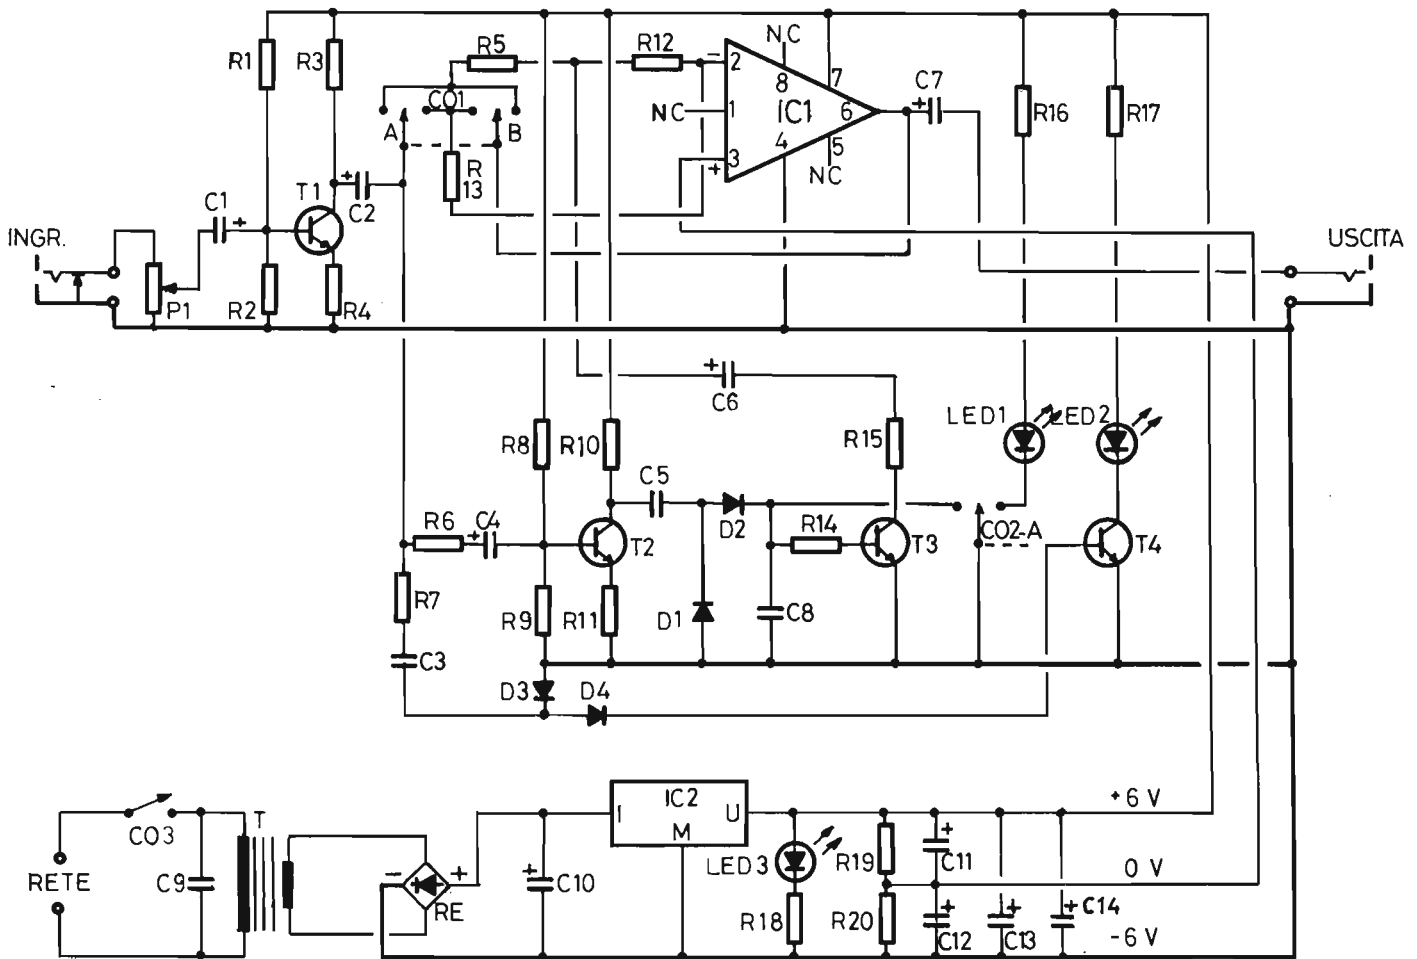
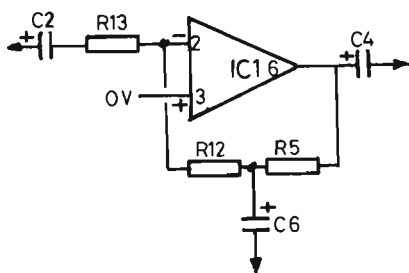

Figura 1 - Schema elettrico di una sola sezione del dispositivo.
Figura 3 - Schema semplificato dell'integrato, funzionante come espansore.
Affinché sia possibile comprendere nel migliore dei modi ciò che stiamo per dire, occorre riferirsi allo schema elettrico globale dell'apparecchiatura, illustrato in figura 1: in alto a sinistra si osserva lo stadio di ingresso T1, con i relativi componenti associati, che ne costituisce la parte iniziale, funzionante come semplice preamplificatore di ingresso, unitamente ai componenti che introducono il segnale, lo prelevano, ed applicano le tensioni necessarie di polarizzazione. P1, C1, R1-2-3-4 e C2.
Prima di procedere, a questo punto, è necessaria una precisazione: così come è rappresentato nello schema elettrico di figura 1, il dispositivo è di tipo monofonico, ed è quindi adatto all'impiego in un sistema di amplificazione a canale unico. Tuttavia, nella maggior parte dei casi, le applicazioni ad alta fedeltà sono di tipo stereofonico, e presentano quindi il funzionamento simultaneo di due canali, di cui uno per l'altoparlante destro, ed uno per l'altoparlante sinistro. Le due unità che sono necessarie in questo caso sono tra loro assolutamente identiche, per cui il ragionamento che faremo per chiarire il funzionamento del dispositivo nei confronti di un unico canale (indifferentemente il destro o il sinistro) vale anche per l'altro canale, nel senso che — per un'amplificazione stereofonica — occorrono due sistemi di compressione-espansione della dinamica.
Nello schema di figura 1, tale circostanza si verifica soltanto quando il doppio deviatore CO1 viene predisposto in posizione tale che i due contatti mobili siano entrambi spostati verso il contatto di sinistra, illustrato nello schema.
Il circuito di figura 3 rappresenta invece alle caratteristiche di funzionamento del commutatore CO2 (di cui la sezione A è visibile nello schema di figura 1, e prevede l'impiego del diodo fotoemittente LED1) per denotare quando il dispositivo funziona o meno. La sezione B,
solidale con la sezione A come è reso intuibile dalla linea tratteggiata, parzialmente riprodotta anche nello schema elettrico di figura 1, prevede soltanto il collegamento a massa del catodo di D2, mentre il terminale di commutazione destro, che fa capo a LED1 nella sezione A, risulta non collegato (NC).
Se però l'interruttore I è chiuso, il guadagno di IC1 aumenta in maggior misura, quanto più il cursore di T3 si approssima al lato massa, ossia quanto minore è la resistenza dello stadio T3. Il guadagno è quindi limitato ad un valore massimo che dipende dal valore di R15: in pratica, per riferirci ancora allo schema elettrico di figura 1, il potenziometro è rappresentato dallo stadio T3, mentre R15 ne costituisce la resistenza di collettore. Di conseguenza, quando il livello del segnale di ingresso